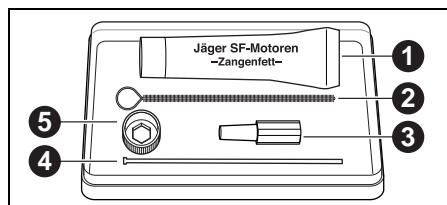

Fig. 11 Kit d'entretien pour la broche Jäger
- ▷ Lubrifiez légèrement le cône de la pince de serrage avec la graisse qui se trouve dans le kit ([1] fig. 11 page 18).